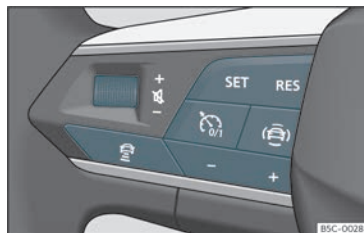

Abb. 159 Am Multifunktionslenkrad: Tasten zur ACC-Bedienung
Ihr Fahrzeug verfügt über ACC, wenn das Einstellungsmenü im Infotainment-System verfügbar ist»» Seite 96, und wenn am Multifunktionslenkrad die Tasten zur Bedienung von ACC zur Verfügung stehen»» **Abb. 159**.
- Taste **SET** drücken, um die Regelung zu starten»»» **Abb. 159**.
Um die Geschwindigkeit zu programmieren, drücken Sie die Tasten + o → **Abb. 159** bis zur gewünschten Geschwindigkeit. Die Einstellung der Geschwindigkeit erfolgt in Schritten von 10 km/h (5 mph).
- Taste **SET** und danach Taste + oder – → **Abb. 159** drücken.